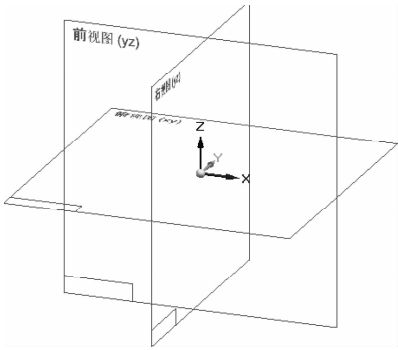

图 8-139 基准平面与基准轴
(1) 启动中文版 SolidEdge ST10，在左侧单击【新建】按钮，在右侧弹出的【新建】列表中选择【GB 公制装配】选项。
(2) 系统自动进入装配环境，这时可以单击左侧的  坐标系 和  参考平面 复选框可以选择打开或者关闭基准平面和基准轴，如图8-139所示。